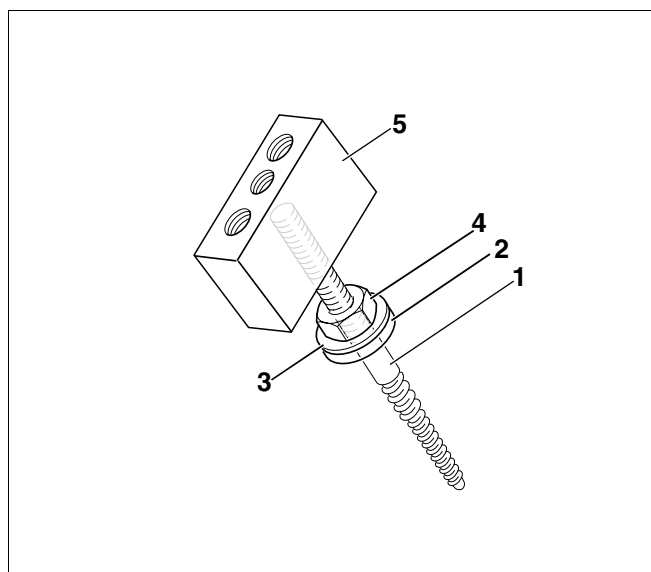

Fig. 5 Sequenza di montaggio delle viti filettate
- Premontate le viti filettate come mostrato nella fig. 5. Durante il montaggio rispettate la successione dei singoli pezzi.
- Ruotate il blocco di fissaggio (fig. 5, **pos. 5**) fino alla battuta di arresto sulla vite filettata (fig. 5, **pos. 1**).